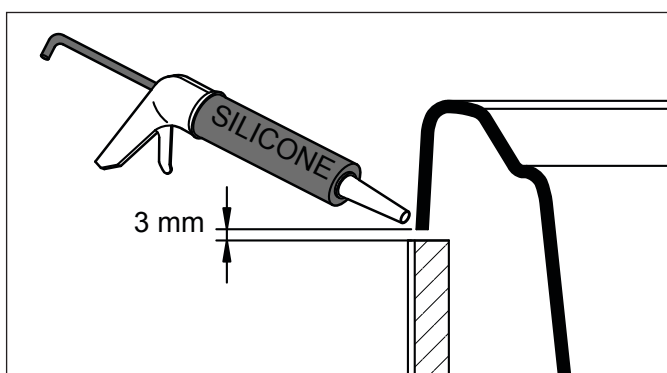

Fig. 1
- 1 Haverá que ter a precaução de deixar uma folga de 2 a 3 mm, para poder selar a junta entre a banheira e o muro com um cordão de silicone, Fig. 1.